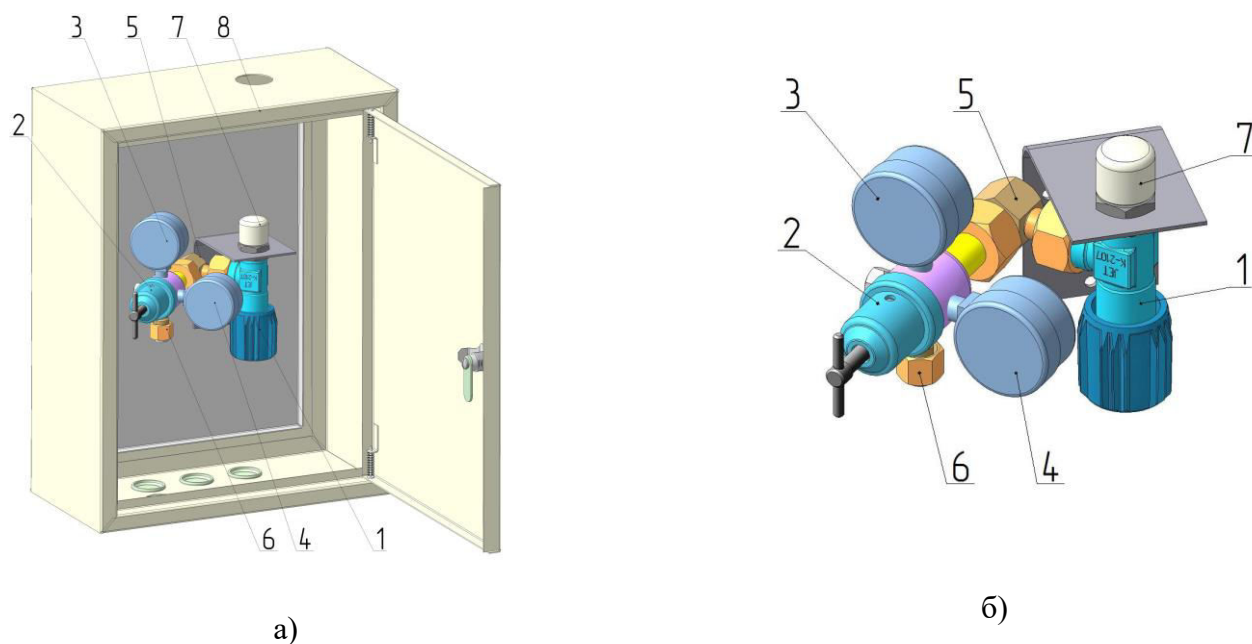

Рис. 1. Пост газоразборный: а - ПГУ-6-з / ПГУ-30-з; б - ПГУ-6/ПГУ-30
4.1 Внешний вид поста показан на рис. 1